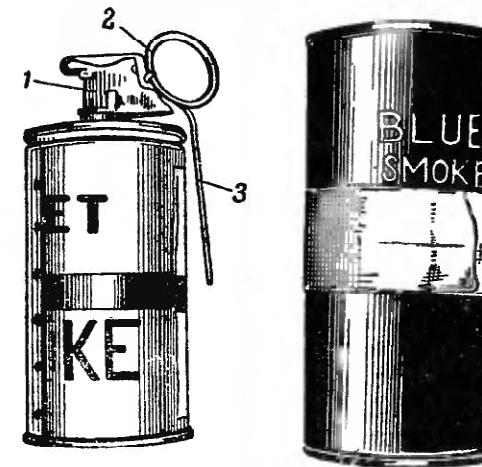

Рис. 47. Общий вид американской ручной дымовой гранаты M-16 и индивидуальной укупорочной банки:
1. Американская ручная дымовая граната M-16 (рис. 47)